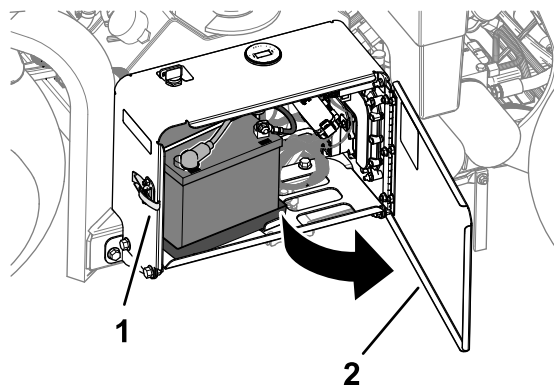

Рисунок 170
1. Разблокируйте и откройте дверцу аккумуляторного отсека (Рисунок 170).